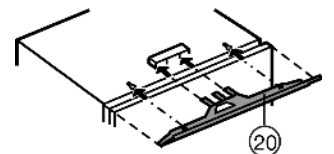

Fig. 12
- ▶ Montar o perfil de nivelamento Fig. 12 (20) centrado sobre o aparelho: Inserir no alojamento e encaixar nos orifícios de chave.